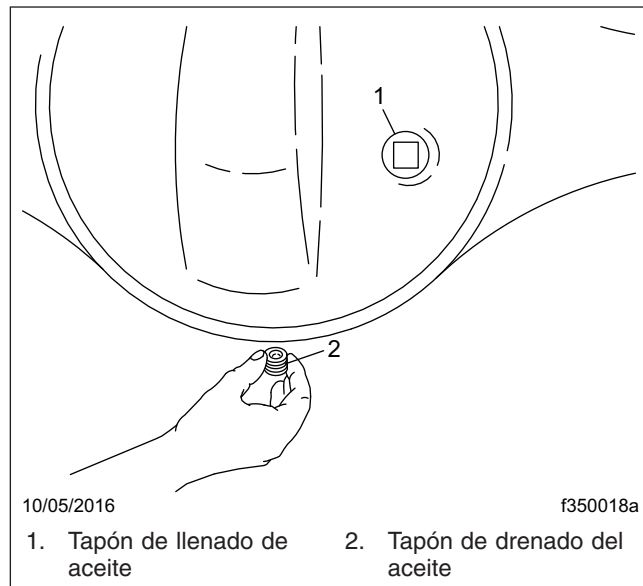

Figura 7, Tapones de drenaje y llenado de la funda del eje
- 2. Limpie el tapón de llenado y su área circundante. En la cubierta trasera de la funda del eje, retire el tapón del orificio de llenado de aceite (o del tubo vertical, si está instalado en el orificio de llenado de aceite). Vea la **Figura 7**.
- 3. Coloque una cubeta de drenaje debajo del tapón de drenaje del eje trasero. Vea la **Figura 7**. Drene el aceite a la temperatura normal de funcionamiento, 150 a 200 °F (65 a 93 °C). A esta temperatura, el aceite goteará más fácilmente y asegurará el enjuague del eje.